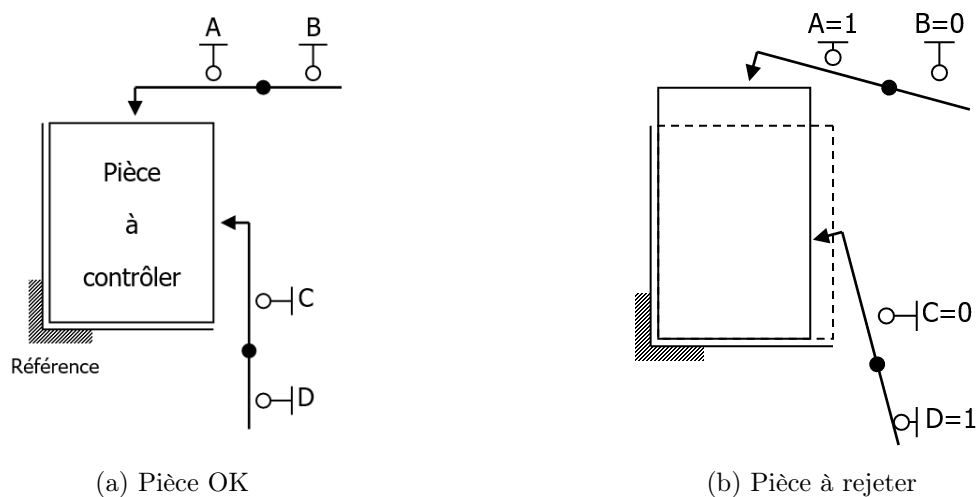

FIGURE 2 – Palpeurs d'une pièce mécanique
Soit un système de contrôle dimensionnel de pièces mécaniques utilisant quatre capteurs A, B, C et D associés à deux palpeurs comme sur la Figure 2
**Question 6** A l'aide de la Figure 2, donner les capteurs actifs lorsque la pièce est